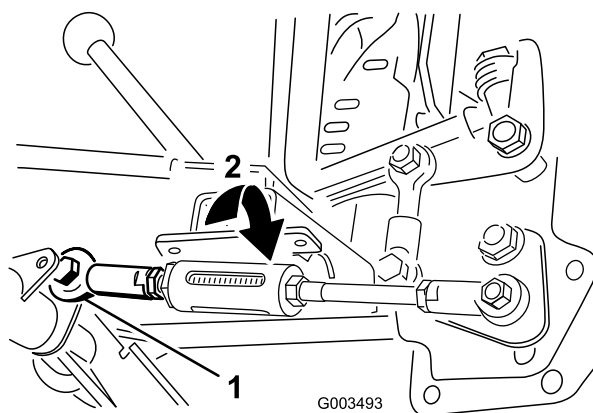

Рисунок 20
3. Затягивайте контргайки, которые крепят пружинную тягу, пока наружу не будут выступать 6 – 13 мм резьбы, что свидетельствует о приложении натяжения к пружине (Рисунок 20).